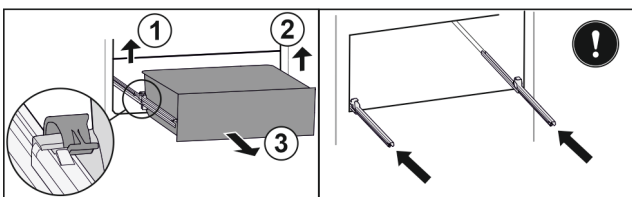

Fig. 98
- ▶ Підняти лівий затискач і одночасно висувний ящик ліворуч потягнути вперед. Fig. 98 (1)
- ▶ Підняти правий затискач і одночасно висувний ящик праворуч потягнути вперед. Fig. 98 (2)
- ▶ Вийняти висувний ящик рухом вперед. Fig. 98 (3)